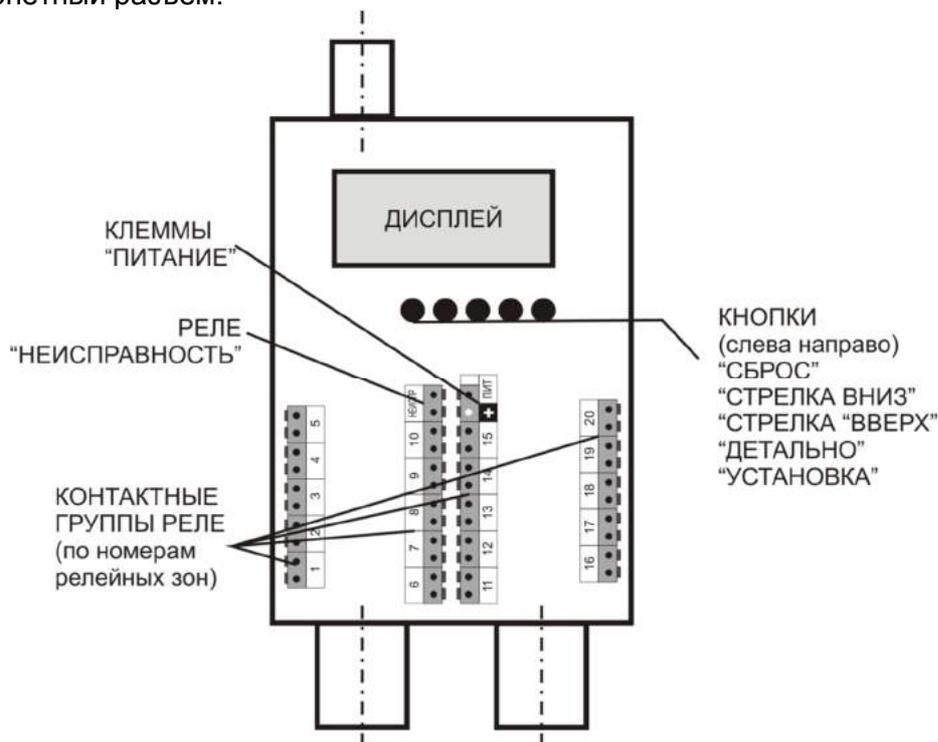

Рис.14. Расположение кнопок и клеммников блока обработки (крышка БО снята)
4.6. На клеммниках блока обработки нанесены номера релейных зон, обозначен релейный выход «НЕИСПР», клеммник питания «ПИТ» с указанием полярности (знак «+») (рис.14).